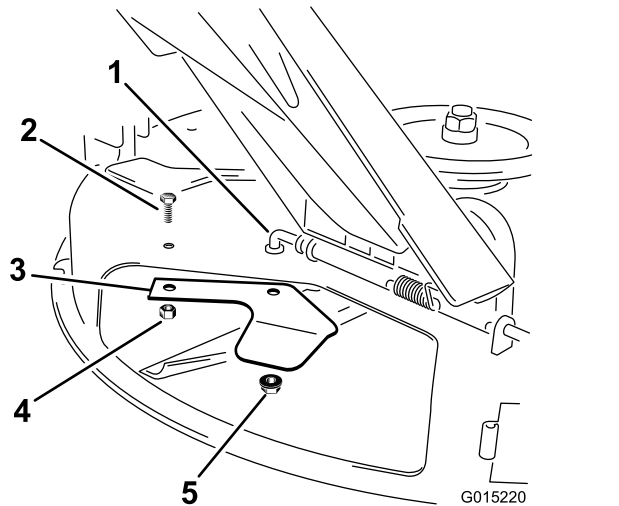

Figura 19
2. Retire las contratuercas y el perno que sujetan la chapa deflectora a la parte inferior de la carcasa de corte (Figura 19). Guarde todas las fijaciones.